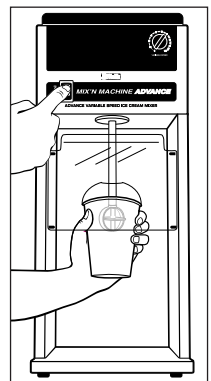

Figur 5
- **For Mix'n Machine Advance Programmable Model [avanceret programmerbar model]:** Maskinen vil nedlukke automatisk ved slutningen af den programmerede cyklus. Når programmet er indenfor 4 sekunder fra færdiggørelse, vil det røde indikatorlys blinke, så man kan forberede sig til at fjerne koppen fra omrøreren. Det blinkende lys vil blive hurtigere og hurtigere for at indikere at programcyklen næsten er færdig, og maskinen vil lukke ned. Dette giver en indikation, så overskydende produkt kan hvirvles af omrøreren. Se Figur 5.
- **For Mix'n Machine Advance Timer Model:** Maskinen vil nedlukke automatisk ved slutningen af den forudindstillede tid. Når programmet er indenfor 4 sekunder fra færdiggørelse, vil det røde indikatorlys blinke, så man kan forberede sig til at fjerne koppen fra omrøreren. Det blinkende lys vil blive hurtigere og hurtigere for at indikere at programcyklen næsten er færdig, og maskinen vil lukke ned. Dette giver en indikation, så overskydende produkt kan hvirvles af omrøreren. Se Figur 5.